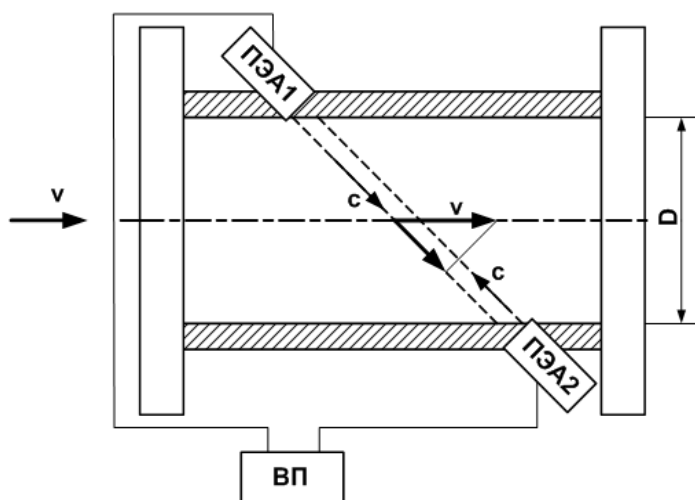

Рис.1. Схема прохождения УЗС.
- 1.5.1.2. ПЭА устанавливаются в измерительный участок (ИУ) по хордам (рис.1), образуя первичный преобразователь расхода (ПП).